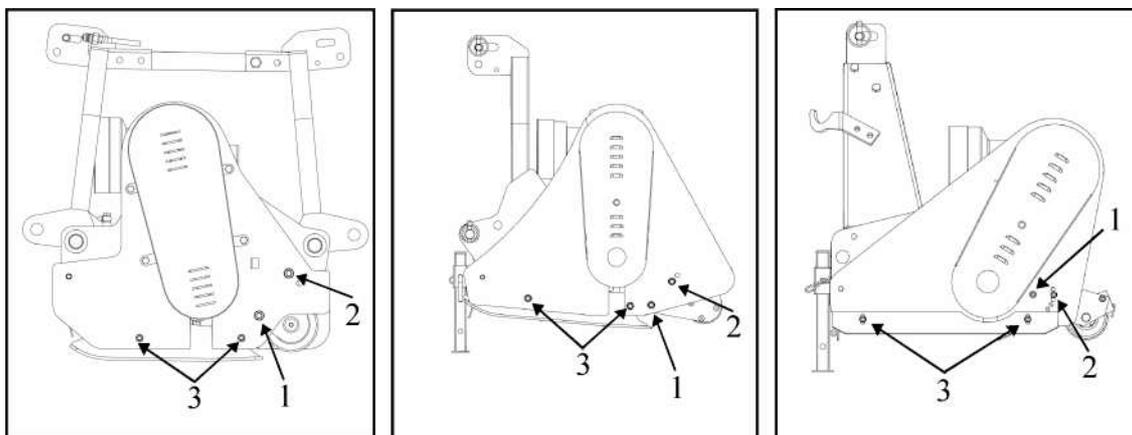

Fig. 6. Réglage de la hauteur de coupe
Le broyeur est prévu de série pour travailler avec un hauteur de coupe de 30mm. Les vis de réglage de la hauteur de travail se trouvent sur les côtés du broyeur. Pour ajuster la hauteur de travail, desserrez les vis (1) et enlever les vis (2) de chaque côtés (Fig. 6).